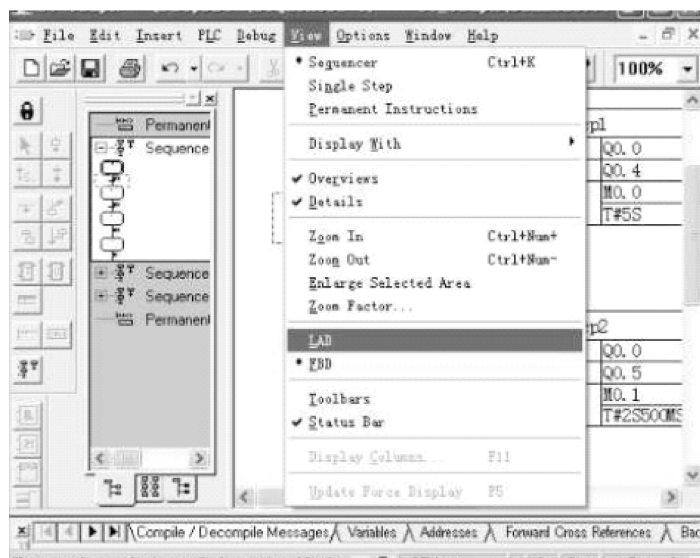

图 6-13 选择编辑转移条件程序的语言
5) 编写转移条件的程序, 转移条件程序的编写语言有 LAD (梯形图) 和 FBD (功能图块) 两种, 单击“View”→“LAD”或“FBD”可以在这两种语言中互相切换, 如图 6-13 所示, 本例选择 LAD 梯形图。